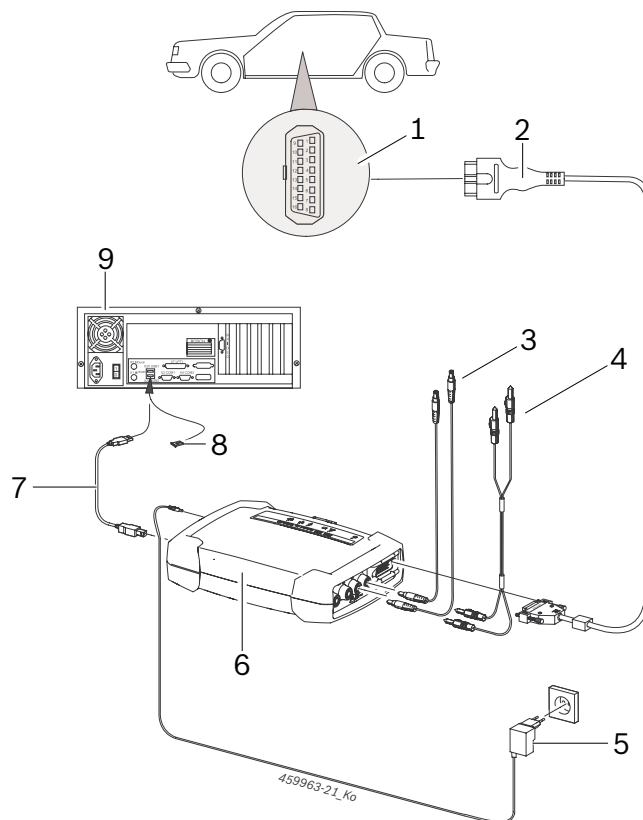

Abb. 6: Schemat połączeń na przykładzie urządzenia KTS 590
- przewód przyłączeniowy OBD (rys. 6, poz. 2) lub